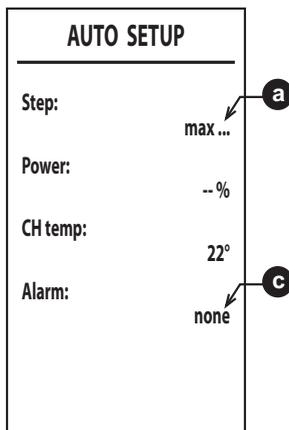

fig. 53
6. Después del encendido, el quemador se pone en modo calefacción a las distintas potencias (máx., med., mín.) indicadas por el punto **a** (fig. 53). Si la eliminación del calor de la instalación no es suficiente para hacer terminar el procedimiento, se puede activar una demanda de ACS **solo después de que se haya encendido el quemador**.
8. Si la secuencia de encendido descrita en el punto “6” no termina correctamente, se visualiza el mensaje **max\_err** en el punto **a** y un código de error en el punto **c** (fig. 53).